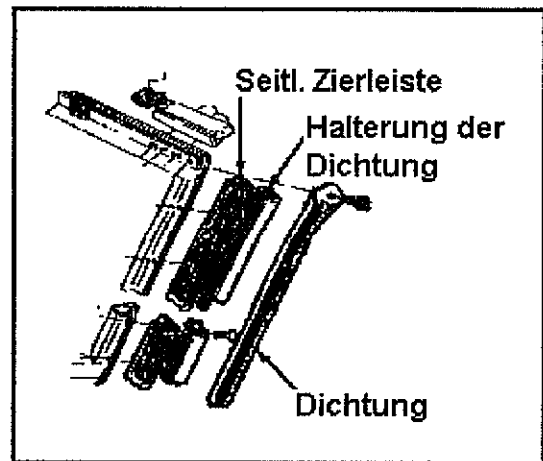

Abb. 12-7 Wetterschutz-Dichtungen Windschutzscheibe
- Vor dem Einbau der neuen Scheibe entfernte Komponenten wieder einbauen und zwar in der Reihenfolge: obere Zierleiste, seitliche Zierleisten, seitliche Zierleisten-Halter und Wetterschutz-Dichtungen. Siehe auch Abb. 12-7